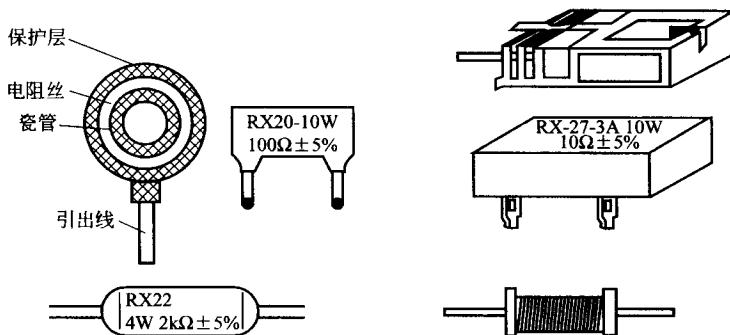

图 1-3 线绕电阻器的外形和内部结构
③ 线绕电阻器（型号 RS）。线绕电阻器是用电阻率较大的镍合金、锰铜等合金线在陶瓷骨架上缠绕而成的。线绕电阻器有精密线绕电阻器和功率线绕电阻器两种。如图 1-3 所示。